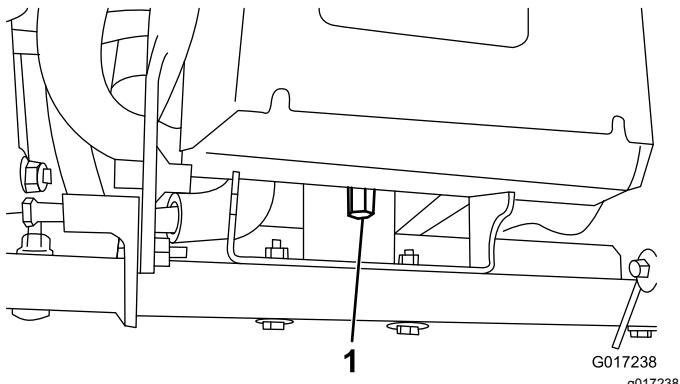

Figura 11
4. Retire la tuerca alta que fija la parte trasera de la base de la batería al bastidor de la máquina (Figura 11).